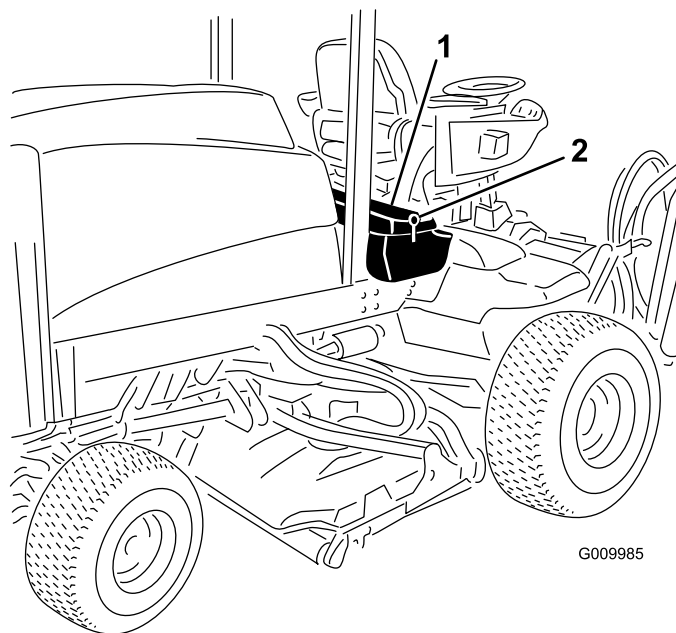
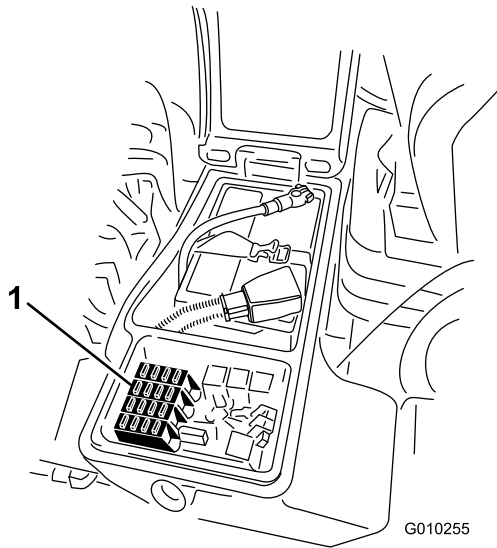

Figura 58
Figura 59
1. Afloje el cierre de la tapa de la caja de almacenamiento derecha, y levante la tapa (Figura 58).
1. Abra el cierre de la tapa de la caja de almacenamiento derecha y levante la tapa (Figura 58) para tener acceso al bloque de fusibles (Figura 59).
2. Cambie el/los fusibles fundidos según sea necesario (Figura 59).
3. Cierre la tapa de la caja de almacenamiento derecha y sujete la tapa con el cierre (Figura 58).